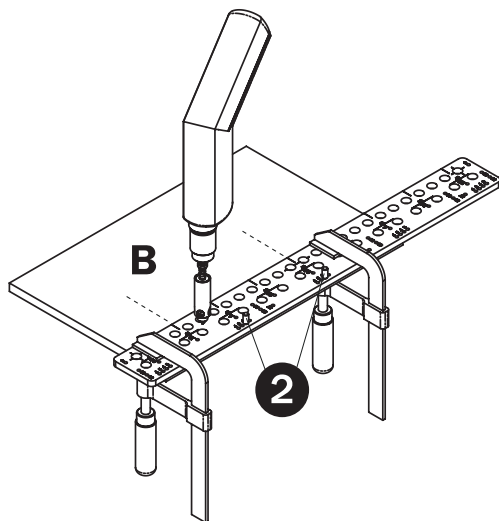

Fig. 16
Inserite due perni (**pos. 2**) con la serie di passi più adatta alla cerniera scelta (**Fig. 16 e 17**) in uno dei fori 3 - 6 (a seconda della distanza scelta del cardine dal bordo). Posizionate **CMT900** sul pezzo di lavoro in modo che l'asse centrale del passo scelto della cerniera sulla dima corrisponda all'asse centrale sul pezzo di lavoro e che i perni aderiscano il bordo anteriore del pezzo di lavoro. Usate l'adattatore portapunta **CMT400-1** con la punta per i fori non passanti del diametro di 3mm per viti da legno, di 5mm per viti euro o di 8mm per tasselli a fissaggio veloce.